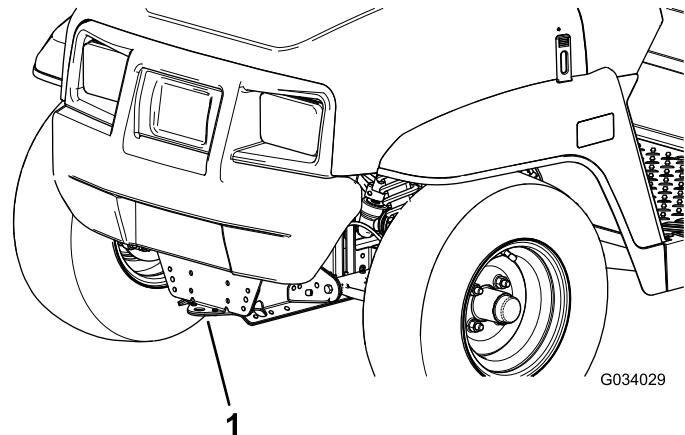
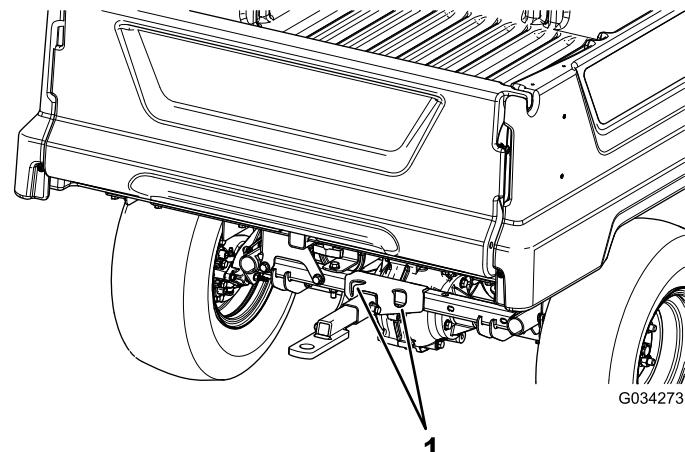

Bild 20
Bild 21
Befördern Sie die Maschine über lange Strecken auf einem Anhänger mit Rampen über die ganze Breite. Stellen Sie sicher, dass die Maschine auf dem Anhänger befestigt ist. In Bild 20 und Bild 21 finden Sie die Vergurtsstellen der Maschine.
2. Befestigen Sie ein Abschleppseil an der Zunge vorne am Maschinenrahmen (Bild 20).